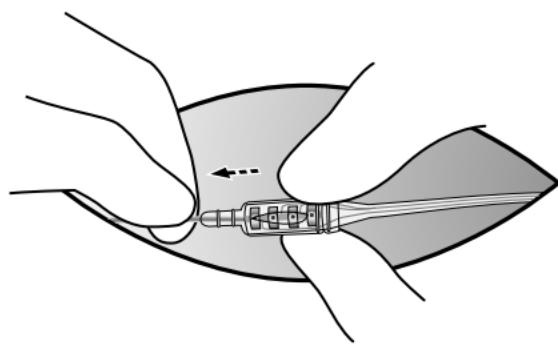

Abbildung 18. Herausziehen der Elektrode aus dem Schraubkonnektorblock
7. Stabilisieren Sie die Elektrode und entfernen Sie diese vorsichtig aus dem Schraubkonnektorblock (siehe Abbildung 18).